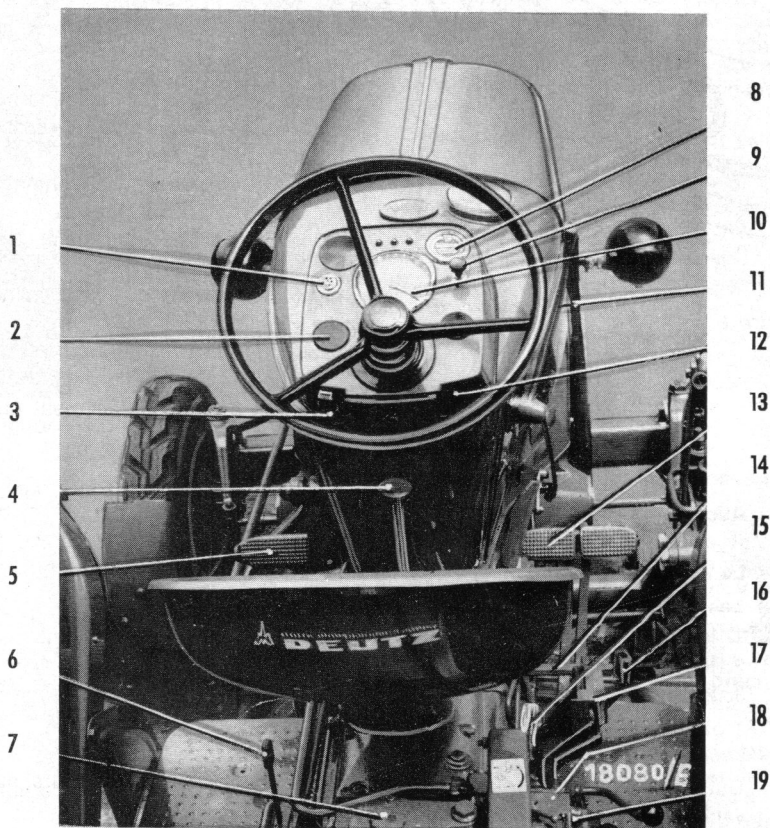

Figure 7
Est actionné en appuyant sur le bouton ② représenté à la figure 7.